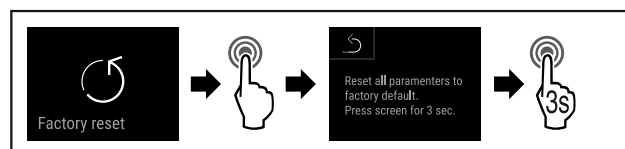

Fig. 105
- Suivre les étapes (voir Fig. 105) .